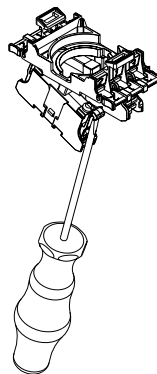

Fig. 12a
- 3a: Démontage des éléments de contact (voir Fig. 12a)